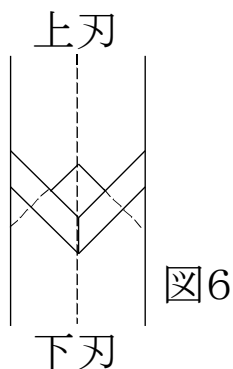

図6
- 刃を取り付けた後、図6のように上刃と下刃がずれていない事を確認して下さい。
CのネジとBのネジを緩め、図6のように、刃を閉じた状態で上刃と下刃がずれないようにして、